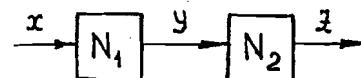
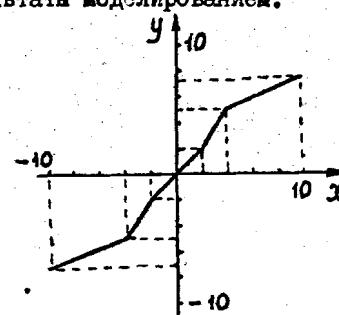

Рис.6
Рис.7
8. Рассчитайте статическую характеристику для последовательного соединения двух блоков (рис.6), если N_1 и N_2 имеют вид, указанный, соответственно, на рис.7. Проделайте ту же опе-